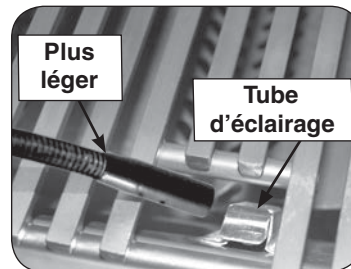

Fig. 24-2 Éclairage manuel via un tube d'éclairage
2. Passez un allumeur brûlant de butane de long-baril ou une allumette brûlante de long-tige dans la grille à cuire s'ouvrant au dessus du tube d'éclairage. (Fig. 24-2). Pour les brûleurs de dos ou les brûleurs infrarouges, maintenez la flamme contre la surface du brûleur de brûleurs arrière / infrarouge. Pour les brûleurs à charbon, maintenez la flamme près du brûleur.